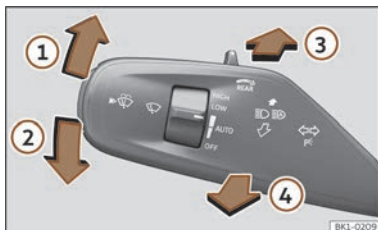

Abb. 96 Blinker- und Fernlichthebel.
- Drücken Sie den Blinker- und Fernlichthebel aus der Ausgangsstellung nach vorne >>> (Abb. 96) ③.
- **ODER:** Ziehen Sie bei eingeschaltetem Fernlichtassistenten den Blinker- und Fernlichthebel nach hinten >>> (Abb. 96) ④.